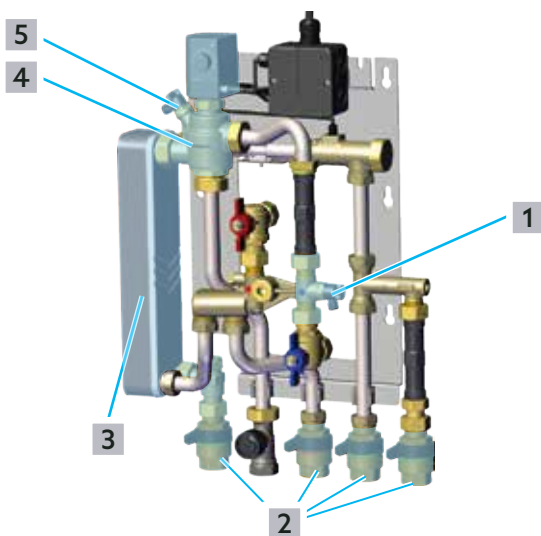

Abb. 19: Wärmeübertrager ausbauen und reinigen
Schließen Sie eine Schlauchleitung an das Entleerventil (siehe Abb. 19 auf Seite 29 (1)) im Heizungskreis an um austretendes Wasser leichter in ein Gefäß zu leiten.